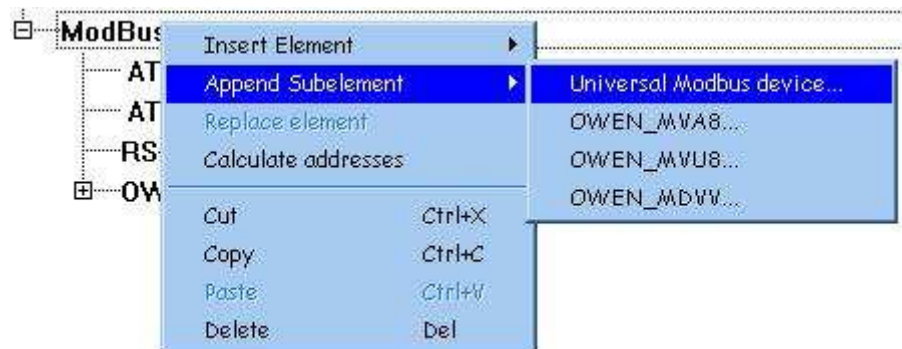

Рис. 6.1
6. Если вам неудобно работать с готовым шаблоном опроса модуля МВУ8, описанном в предыдущем пункте, вы можете самостоятельно настроить список и формат отправляемых на МВУ8 данных. Для этого, также, как это было сделано в случае с МВА8, нажмите правой кнопкой мыши на пункте *ModBus (Master)*. В появившемся контекстном меню выберите пункт *Append Subelement*, а затем модуль *Universal Modbus device* (рис. 6.1).